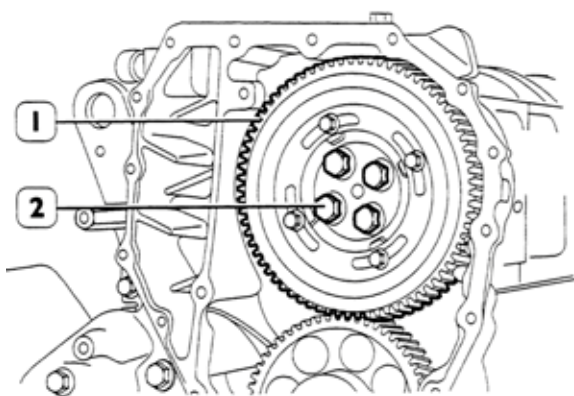

Figura 184
6. Quando a regulagem através das ranhuras (1) não for suficiente para corrigir a defasagem e o eixo comando girar, por estar fixo à engrenagem (2), o valor de referência da elevação do came se modificará conseqüentemente, nesta situação proceda conforme segue:
- Verifique se os parafusos (2, figura 184) estão bloqueados.
Retire os parafusos (2, figura 184) e remova a engrenagem (2) do eixo comando.